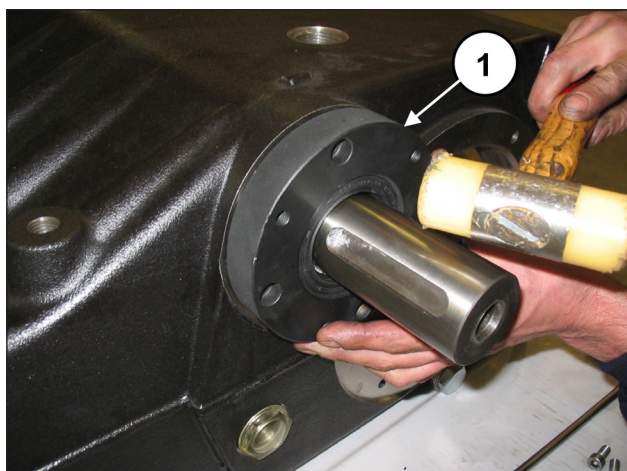
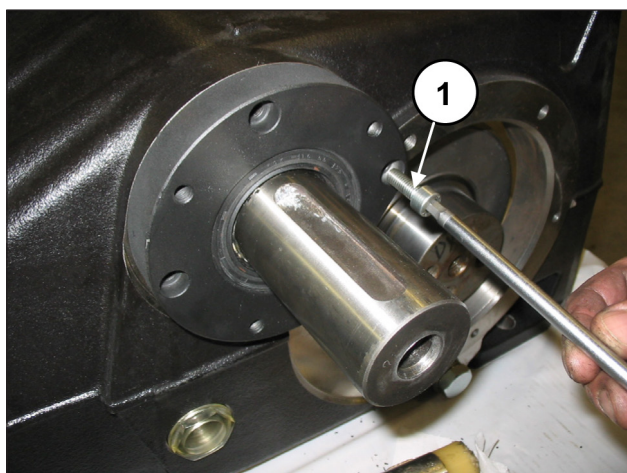

Fig. 67
Fig. 68
Montare un primo coperchio cuscinetto PTO (destro o sinistro) completo di paraolio al carter pompa mediante l'utilizzo dell'attrezzo cod.27539500 (pos. ①, Fig. 67) e fissarlo mediante 4 viti M8x30 (pos. ①, Fig. 68).
Montare il coperchio cuscinetto PTO mancante sul carter pompa (pos. ①, Fig. 67) e fissarlo mediante 4 viti M8x30 (pos. ①, Fig. 68).